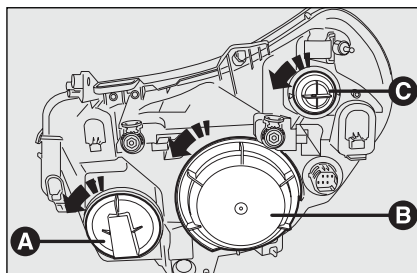

fig. 20
Voor het vervangen van de gloeilamp van het grootlicht, moet u de dop **A-fig. 20** verwijderen.
Voor het vervangen van de gloeilamp van het dimlicht en de buitenverlichting, moet u de dop **B-fig. 20** verwijderen.
Voor het vervangen van de gloeilamp van de richtingaanwijzers, moet u de lamphouder **C-fig. 20** verwijderen.
- verwijder het beschermdeksel **B-fig. 20** door het linksom te draaien;
- monteer het deksel **B-fig. 20** door het rechtsom te draaien en controleer of het goed vastzit (geborgd).
- verwijder het beschermdeksel **A-fig. 20** door het linksom te draaien;
- monteer het deksel **A-fig. 20** door het rechtsom te draaien en controleer of het goed vastzit (geborgd).